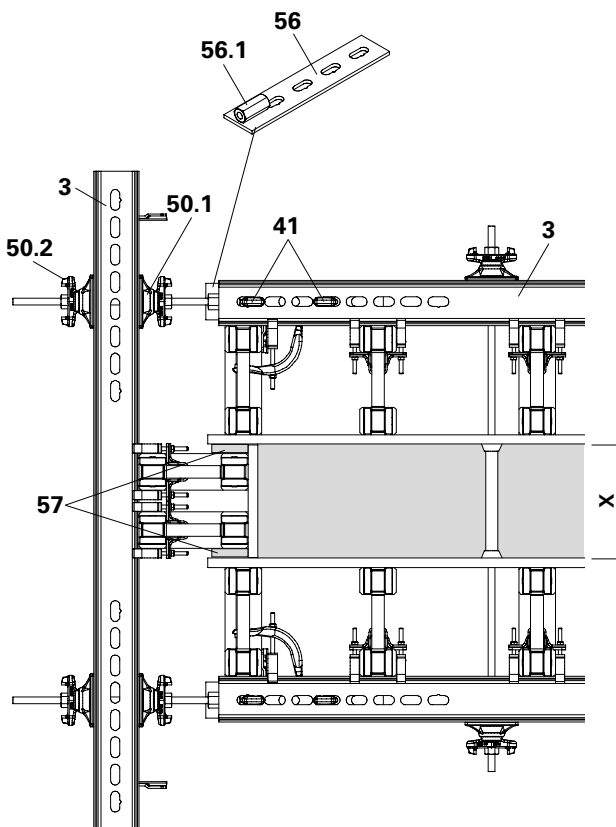

Fig. B9.02
1. Inserire la giunzione fermagetto (56) nel corrente in acciaio SRZ (3) dell'elemento.
2. Con i cunei KZ (41) battere la giunzione fermagetto in trazione e compressione.
5. Posizionare la testata fermagetto prefabbricata contro gli elementi laterali (57).
6. Avvitare la piastra a dado orientabile esterna (50.2) e serrare la testata fermagetto. (Fig. B9.02)